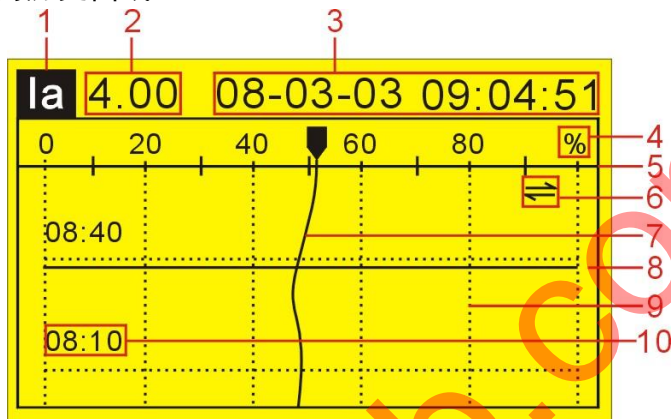

图 4.5-1 纵向历史曲线
6. 追忆方式标志：仪表有 2 种追忆方式，连续追忆和定点追忆。图 4.5-1 中显示的标志为连续追忆标志。
历史曲线追忆提供两种方式，连续追忆和定点追忆；系统默认方式为连续追忆；图 4.5-1 中标号 6 所指追忆状态标志为连续追忆状态，定点追忆状态标志为“1↓”。